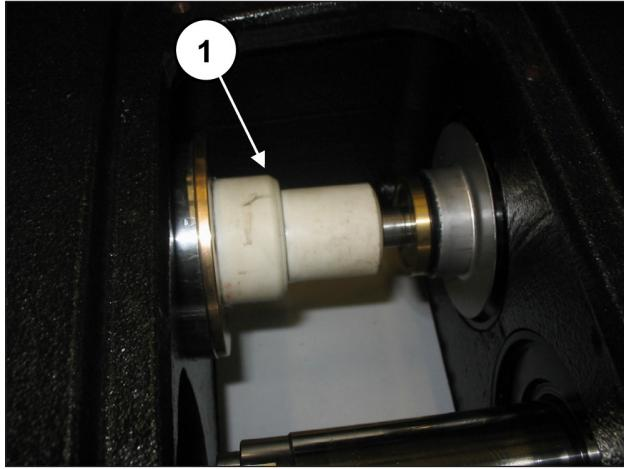

Fig. 141
Insérer l'outil tampon réf. 27516600 entre le guide du piston et le piston (rep. ①, Fig. 141).